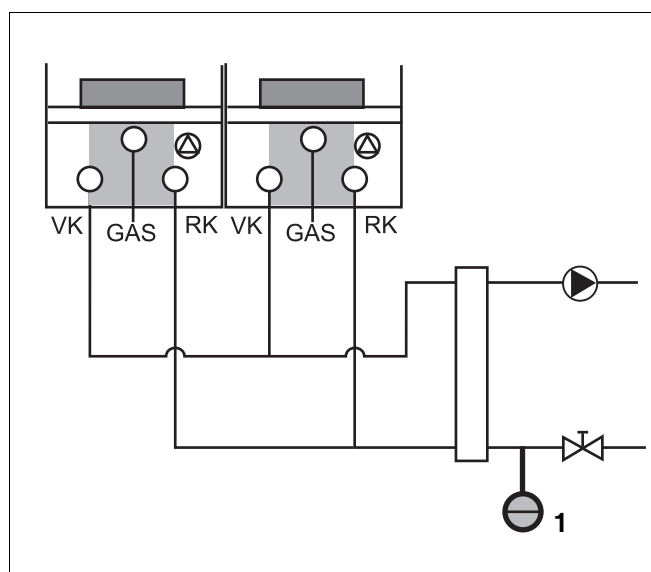

Fig. 21 Aansluiten expansievat bij meervoudige opstelling (Cascadeopstelling)
- Sluit in dit geval het expansievat [1] aan de secundaire zijde van de open verdeler aan in de retour, zodat elk cv-toestel in verbinding met het expansievat staat (\rightarrow fig. 21). Zie voor meer informatie hierover de installatie-instructie van het cascade-systeem.